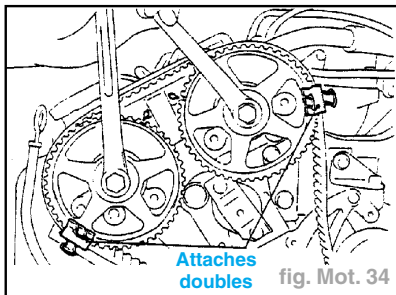

fig. Mot. 34
- Vérifier que le repère de calage du pignon d'arbre à cames du côté du banc droit est bien aligné, et accrocher la courroie de distribution au moyen des attaches doubles (fig. Mot. 34).